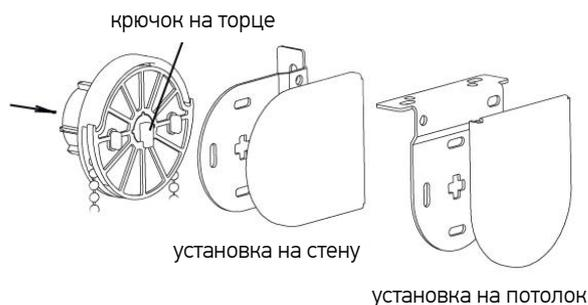

Рис. 4. Установка изделия в кронштейны
4. Установить фиксатор (1) на один конец троса (2) и закрутить винт. Вставить свободный конец троса в паз кронштейна для боковой фиксации и продеть его до конца. Повторить операцию со вторым тросом.
5. Продеть тросы через крышки (3) в рейке нижней с двух сторон.
- при монтаже на стену разметить предполагаемые места установки опор-кронштейнов (6) для боковой фиксации;
- при монтаже на пол/потолок разметить предполагаемые места установки опор (5) для боковой фиксации.
9. Вставить фиксаторы в крышки опор (4), крышки опор вставить в опоры.
10. Вставить трубу в кронштейн со стороны управления таким образом, чтобы крючок на торце был направлен вертикально вниз (Рис.4). Вставить изделие во второй кронштейн с другой стороны. Для модели ДЕНЬ-НОЧЬ сначала устанавливать дальнее изделие, затем ближнее.